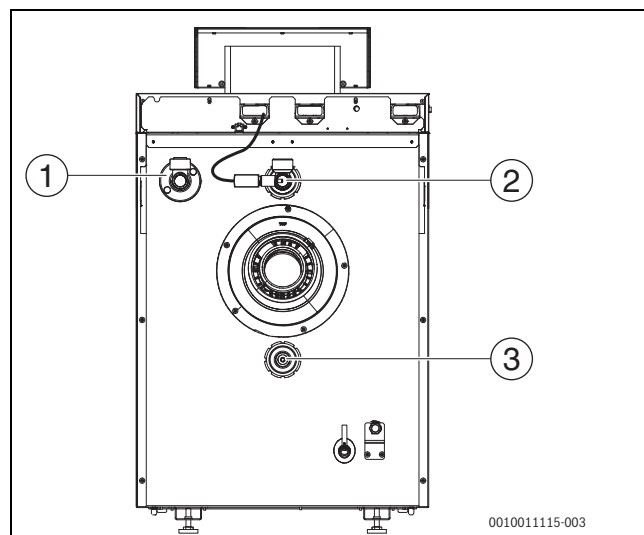

Bild 26 Vorlauf (VK) und Rücklauf (RK) montieren
- ▶ Das im Lieferumfang enthaltene Kesselsicherheitsset BSS am dafür vorgesehenen Anschluss des Vorlaufanschlusses anschließen (→Bild 26[1]).